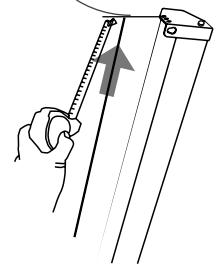
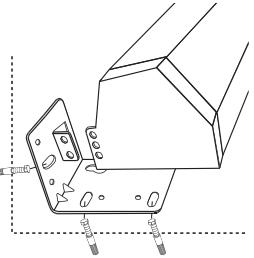

Рис. 4
Рис. 6
- Крепление на потолок: замерьте расстояние между крепежными отверстиями на корпусе, как показано на рис. 4. Установите на этом расстоянии крепеж к потолку и подвесьте экран, как показано на рис. 6, в зависимости от комплектации.